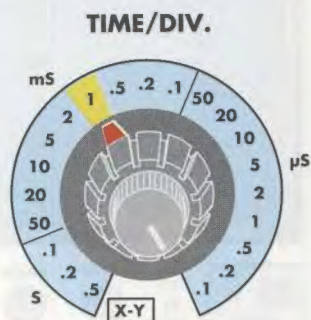

Fig.4 Ruotate il selettore del Time/div. sulla posizione 1 millisecondo per vedere un segnale come visibile nelle figg.8-9-10.
- ruotare il selettore **Time/div.** (vedi fig.4) sul tempo di **1 millisecondo** in modo da vedere sullo schermo un'ampia fascia di **segnale** (vedi fig.9), quando sull'ingresso dell'Oscilloscopio viene applicato il segnale prelevato dal **Generatore RF**;
E = selettore della Base dei Tempi chiamato anche Time/div. (vedi fig.4)